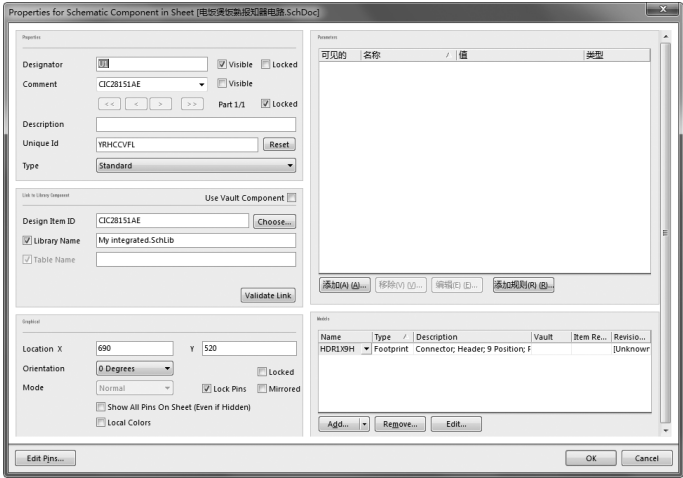

图 4-41 设置 U1 属性
(12) 双击音乐芯片元件，弹出“Properties for Schematic Component in Sheet”（元件属性）对话框，修改元件属性。将“Designator”（指示符）设为“U1”，将“Comment”（注释）设为不可见，参数设置如图 4-41 所示。